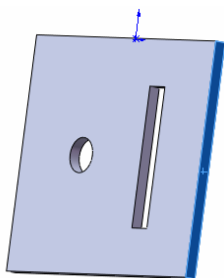

图 9-16 选择基准面
④ 选择基准面。单击如图9-16所示面，单击“标准视图”工具栏中的“正视于”图标, 将该基准面作为绘制图形的基准面。